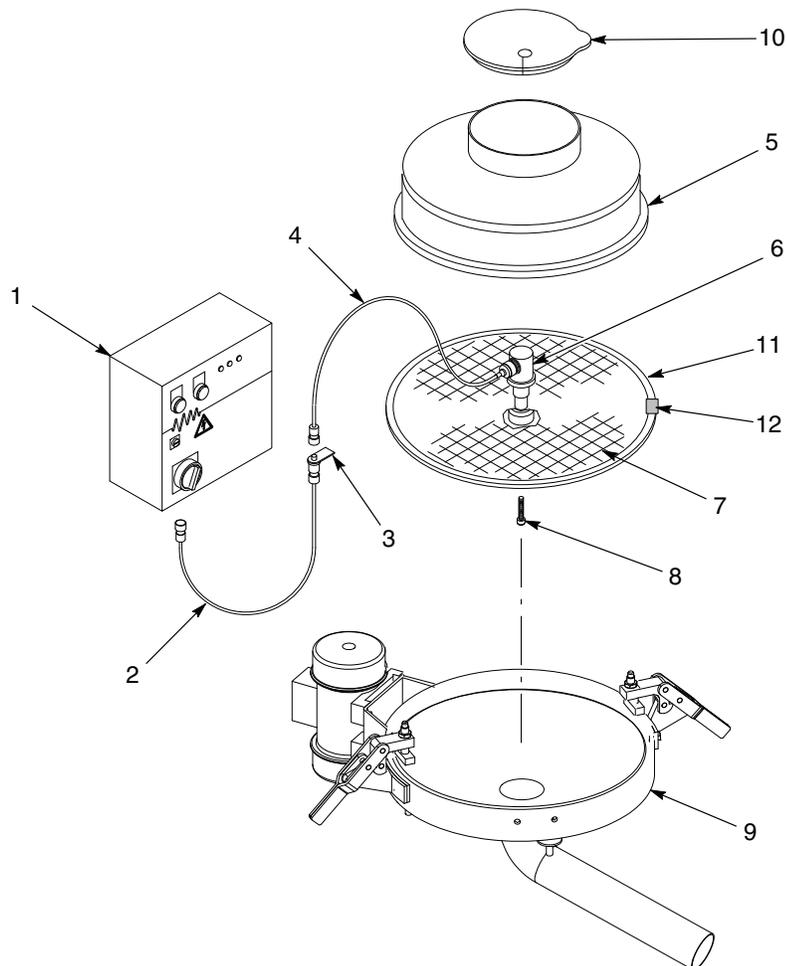

Figura 10-3 Componentes del sistema Vibrasonic
Ver la figura 10-3.
1. Ver la figura 10-3. Limpiar el cilindro central del tamiz de la cribadora (7) y la parte inferior del transductor (6) con acetona.
1. Ver la figura 10-3. Asegurarse de que el selector de tensión del controlador (1) está ajustado de acuerdo con las especificaciones del suministro eléctrico del sistema.